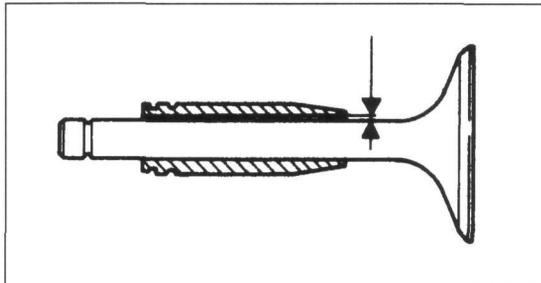

Bild 149
-  Spiel der Ventilschäfte und Ventilführungen (Bild 149) wie Kipphebelspiel messen. Einbauspiel beträgt 0,02 - 0,045 mm; Verschleissgrenze 0,08 mm.